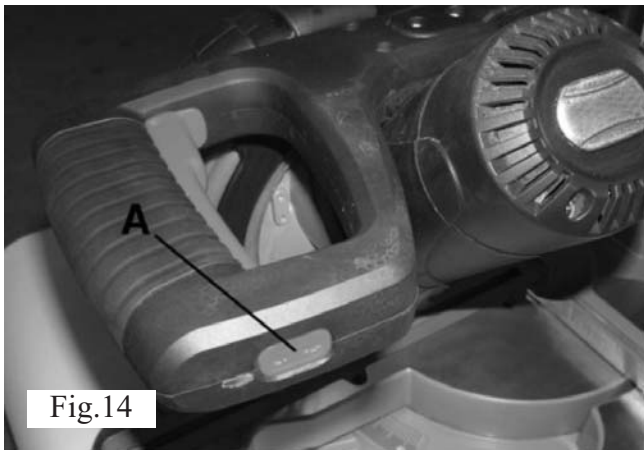

Fig.14
Det dobbelte lasersigtssystem aktiveres vha. trykknappen til lasersigtet (A) på fig. 14 og kan kun tændes, hvis geringsssaven er tilsluttet en strømkilde.